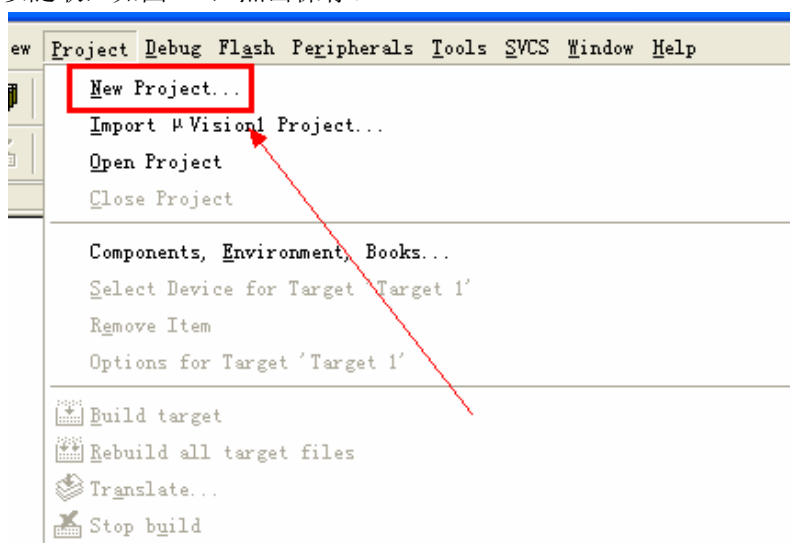
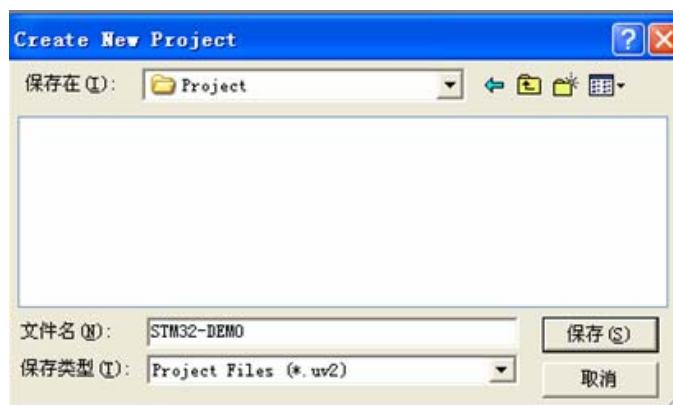

图 2-8 新建工程操作（1）
图 2-9 新建工程操作（2）选择保存位置
2. 在工具栏Project->New μVision Project...新建我们的工程文件如图2-8，我们将新建的工程文件保存在桌面的“神舟51+ARM之STM32F103C8T开发板模板工程”（先在电脑桌面上新建一个“神舟51+ARM之STM32F103C8T开发板模板工程”文件夹，在该文件夹里面新建一个Project文件夹），文件名取为：STM32-DEMO（英文DEMO的意思是例子），名字可以随取，如图2-9，点击保存。